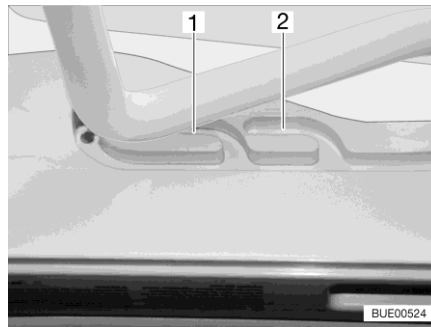
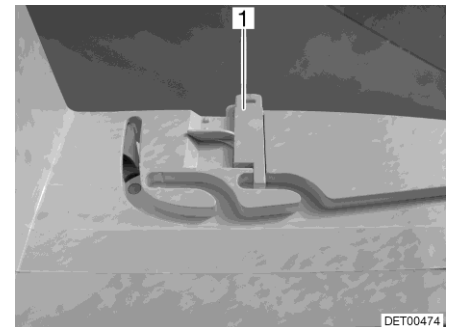

Fig. 116 Guía (posición de ventilación)
Fig. 117 Bloqueo (posición de ventilación)
La claraboya Heki se puede colocar en dos posiciones de ventilación: Posición de mal tiempo (Fig. 116,1) y posición mediana (Fig. 116,2). Según el modelo, la claraboya podrá ser bloqueada en la posición central con los dos pestillos (Fig. 117,1) a la izquierda y la derecha en el marco de la claraboya.
- Presionar el estribo ligeramente hacia arriba y empujarlo en la guía seleccionada (Fig. 116,1 ó 2) y, si fuera necesario, bloquearlo.